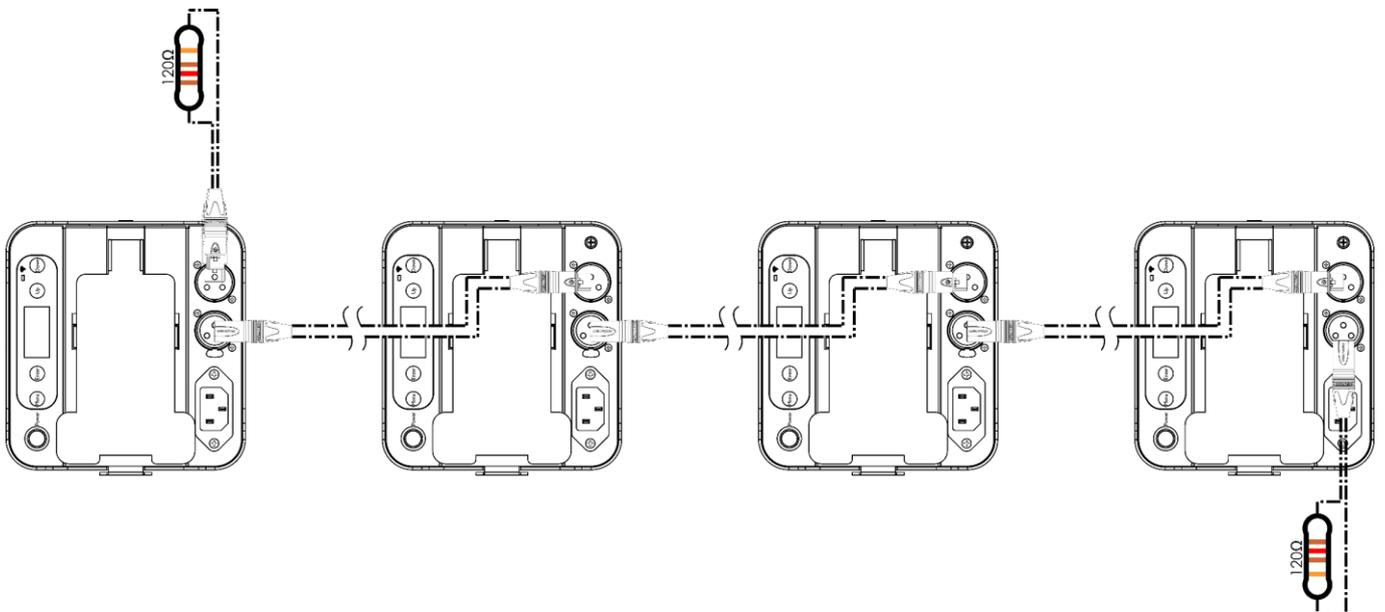

Abb. 04
- 04) Verbinden Sie die Geräte wie in Abb. 04. Verwenden Sie ein DMX-Datenkabel, um den Ausgang (OUT) des ersten Geräts mit dem Eingang (IN) des zweiten Geräts zu verbinden. Wiederholen Sie diesen Vorgang, um das zweite, dritte und vierte Gerät ebenfalls zu verbinden. Mit dem Mastergerät stehen Ihnen dieselben Funktionen wie auf Seite 23-24 beschrieben zur Verfügung (Manuell, Automodus, voreingestellte Programme). Das bedeutet, dass Sie den gewünschten Betriebsmodus am Mastergerät einstellen können und dann alle Slavegeräte genauso reagieren wie dieses Gerät.